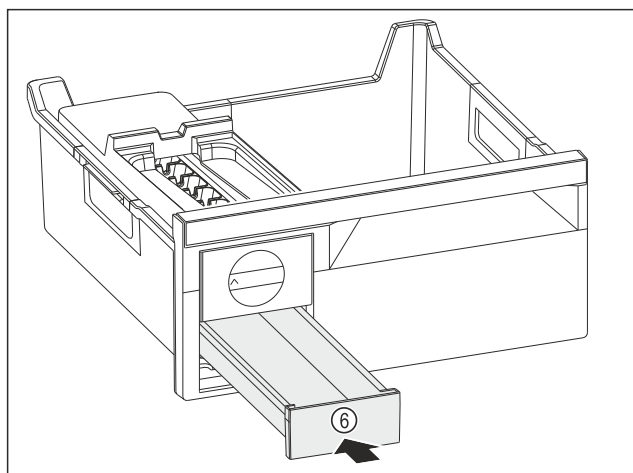

Fig. 202
- Spingere verso l'interno il cassetto del ghiaccio Fig. 202 (6).